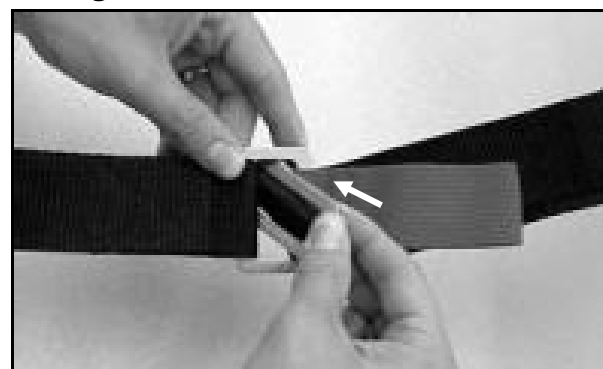

Figura 11 - Apertura delle fibbie
2. Per aprire la fibbia, in primo luogo allentare la cintura come al punto 1, poi girare la fibbia a tre barre ad angolo e farla passare verso il basso attraverso la fessura all'interno della fibbia a due barre (figura 11).